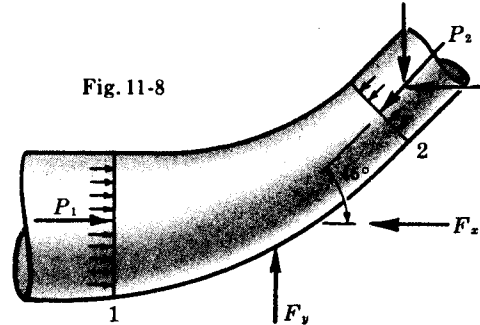

Fig. 11-8
14. Por un codo reductor de 45° , de 60 cm de diámetro en la sección de aguas arriba y 30 cm en la de aguas abajo, circulan 450 l/seg de agua con una presión de $1,50 \text{ kg/cm}^2$ en la sección 1 (Fig. 11-8). Despreciando cualquier pérdida en el codo, calcular la fuerza ejercida por el agua sobre el codo reductor.
En la Fig. 11-8 se muestran las fuerzas estáticas y dinámicas que actúan sobre la masa de agua.